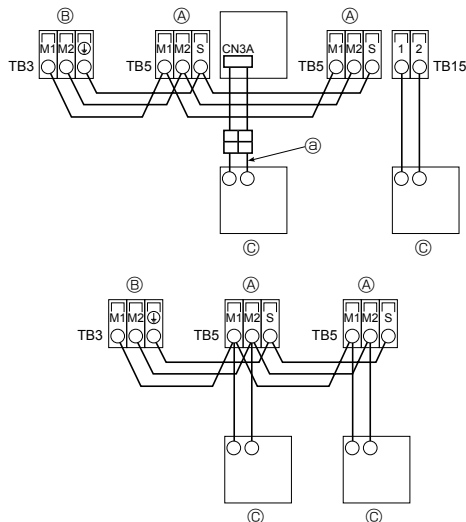

Fig. 7-3
7.4. Collegamento del comando a distanza e dei cavi di trasmissione delle sezioni interne ed esterne (Fig. 7-3)
① Comando a distanza MA